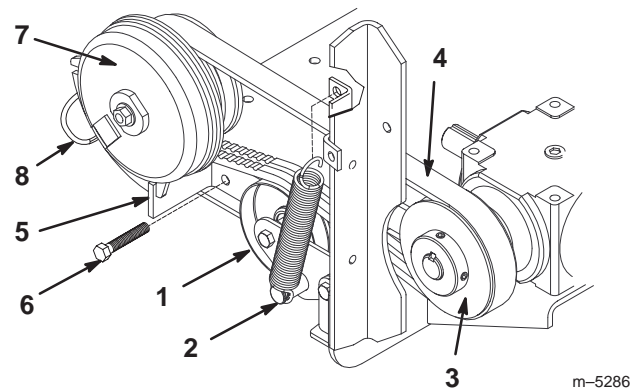

Figure 85
2. A l'aide d'un chiffon ou d'un gant épais, maintenez la poulie de tension rappelée par ressort contre les courroies et tirez le ressort vers le bas pour le décrocher du goujon (Fig. 85).
3. Abaissez la poulie de tension pour détendre la courroie de PdF et ôtez la courroie de la poulie du boîtier d'engrenages (Fig. 85).
4. Enlevez les boulons de montage de la butée d'embrayage et débranchez le faisceau de câbles de l'embrayage (Fig. 85). Enlevez la courroie en la faisant passer au-dessus de l'embrayage.
6. Maintenez la poulie de tension en appui contre les courroies et tirez le ressort vers le bas pour l'accrocher au goujon (Fig. 85).
7. Montez la butée d'embrayage (Fig. 85). Serrez fermement les boulons de montage.